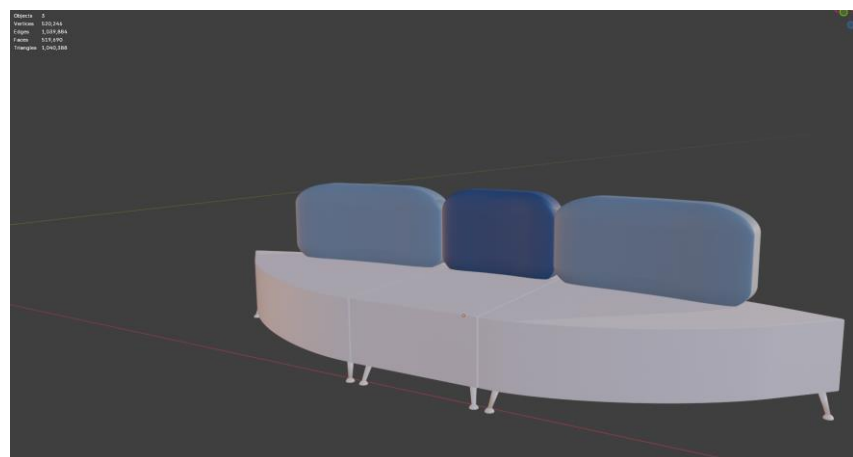

Рисунок 3. Диван
2. Оптимизация модели дивана (рис.3).